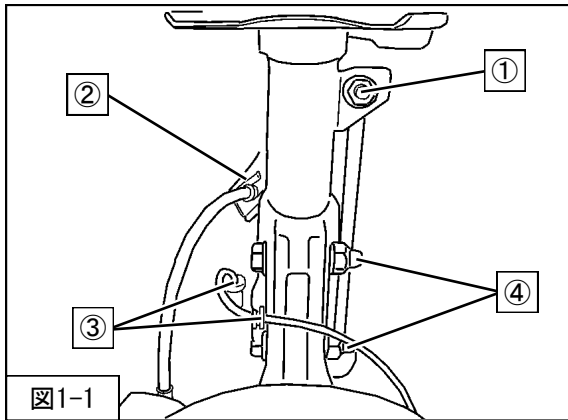

図1-1
2. ①スタビライザリンク取付ナット
②ブレーキホース取付プレート
③ABSセンサハーネス
④フロントサスペンションASSYロア取付ボルト・ナットを取外してください。(図1-1)